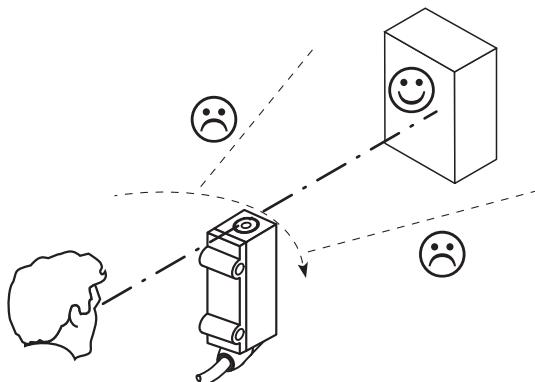

Figura 37: Orientación del sensor
3. Seleccione una posición que permita que la luz infrarroja (no visible) incida en el centro del objeto. La alineación correcta solo se puede detectar mediante los LED indicadores (objeto detectado, el LED indicador amarillo se ilumina) o utilizando una tarjeta de convertidor de infrarrojos (véase el programa de accesorios de SICK). véase figura 37, página 110